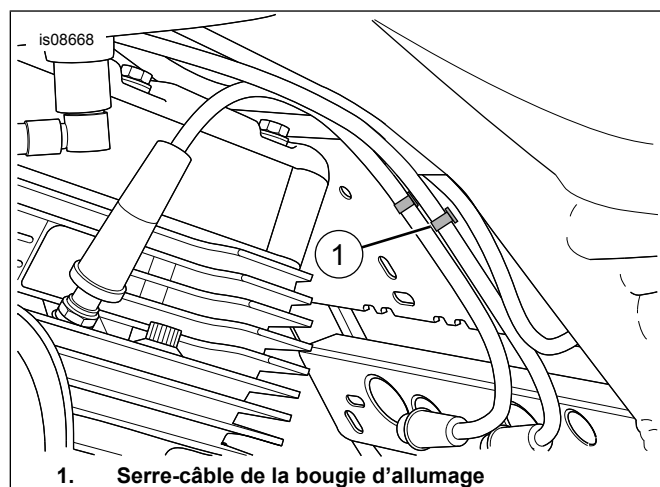

Figure 3. Serre-câble de la bougie d'allumage
4. Voir Figure 3 . Enlever le serre-câble de la bougie d'allumage (1).